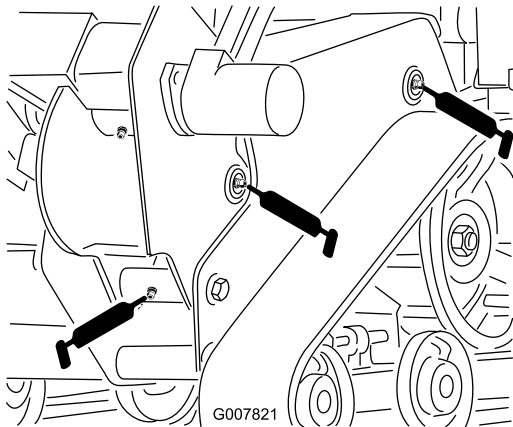
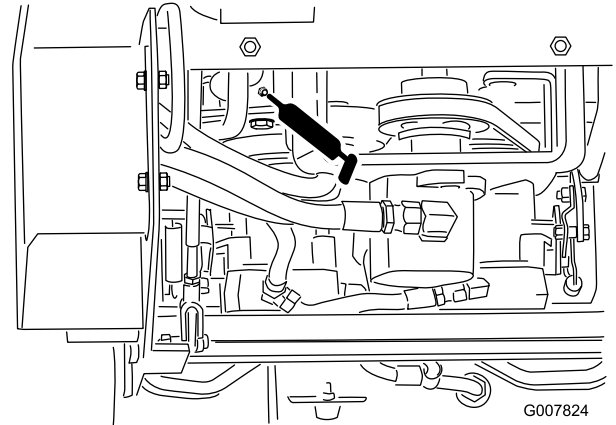

Figura 26
Figura 29
4. Conecte una pistola de engrasar a cada punto de engrase (Figura 26 a Figura 29).